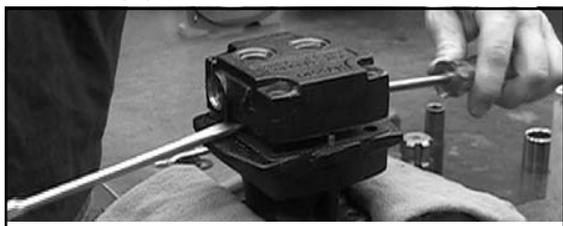

Рис.11
- Если торцевая крышка мотора не снимается легко, используйте маленькую отвертку в качестве рычага, чтобы аккуратно разъединить основной участок торцевой крышки и корпус геротора (рис. 11). Если корпус геротора не снимается легко, аккуратно разъедините основной участок между